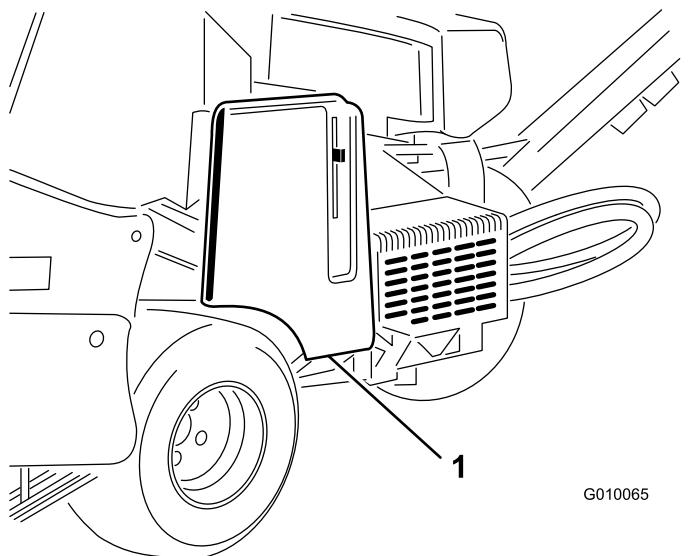

Figura 56
2. Sbloccate e togliete il copricinghia (Figura 56).